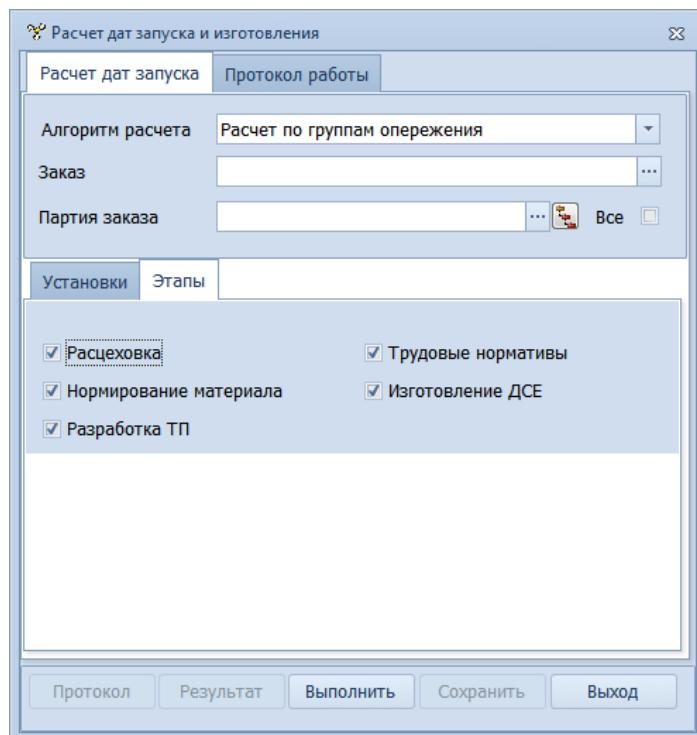

Рисунок 108. Пример настройка параметров на вкладке "Этапы"
- 3.4. Перейти на вкладку «**Этапы**» и галкой выделить этапы изготовления ДСЕ, по которым необходимо рассчитать даты (рис. 108):